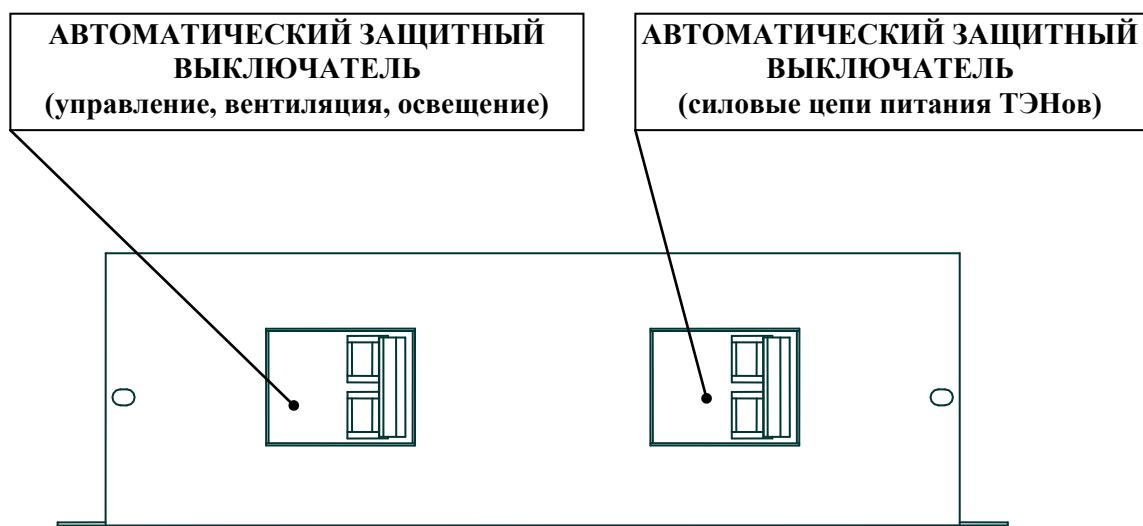

Рис. 1. Распределительный блок витрины «НЕМИГА EXTRA» П2
- Электрическая система включает в себя панель управления, распределительный блок, нагревательные элементы (для электрической оттайки испарителя), панель вентиляторов испарителя, встроенный светильник. На панели управления, расположенной вверху витрины, находятся выключатели питания и освещения, электронный регулятор (контроллер). Распределительный блок электрооборудования с автоматическими защитными выключателями располагается сверху на корпусе витрины (см. рис. 1а, 1б, рис. 1).